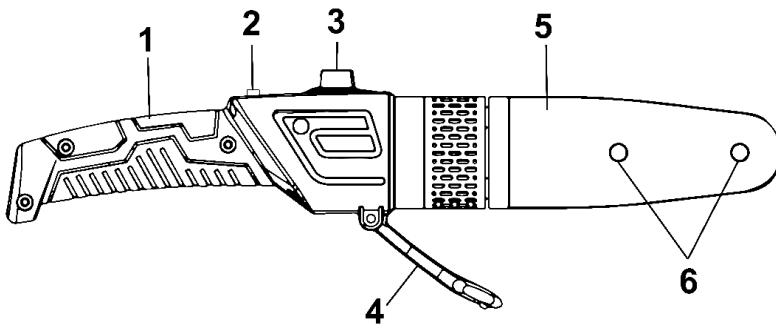

Рисунок 1
2.2.1 Виріб складається з наступних основних частин: нагрівального елемента (5), в який встановлюються циліндричні змінні насадки з тефлоновим покриттям для розігріву стикових поверхонь труб різноманітних діаметрів перед зварюванням; корпусного блоку управління з рукояткою (1), двома світловими індикаторами (2), терморегулятором/вимикачем (3) та фіксатором для під'єднання опори; опора для встановлення та утримування виробу під час розігріву – згідно рис. 1. Виріб комплектується змінними насадками для певної номенклатури діаметрів труб.